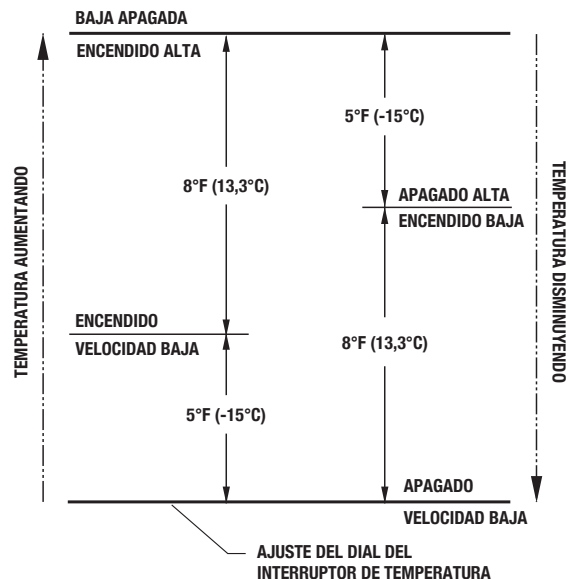

Figura 2
2. El interruptor de temperatura en los sistemas de dos velocidades tiene un diferencial ajustado previamente por el fabricante. El ajuste de la temperatura es todo lo que se necesita verificar en este sistema. Recuerde que el diferencial está completamente por encima del ajuste de la temperatura en el interruptor de dos etapas. Consulte la Figura 2 en la página 10.
El diferencial se establece dentro del interruptor de modo tal que la temperatura de desconexión es la que se lee en el dial. Consulte la Figura 2.